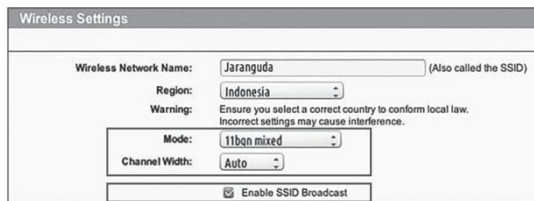

Рис.1
2. Убедитесь, что в Вашем роутере режим беспроводной настройки 802.11 скомбинирован в b/g/n. (см. рис. 1)
3. Убедитесь, что ширина канала беспроводной сети в Вашем роутере установлена на режим "Авто" или 20М или 20М в комбинации с 40М (см. рис. 1)
4. Убедитесь, что Ваш роутер активирует функцию Широковещательной информации о зоне обслуживания при подключении аппарата к приложению. И Вы можете закрыть его после успешного подключения (см. рис. 1).
Вставьте оба конца провода в любые два из трёх отверстий коннектора. Вставьте провода полностью, пока оба конца провода не будут видны на другой стороне коннектора. (См. рис. 1). Сожмите коннектор с помощью плоскогубцев. (См. рис. И1,И2)